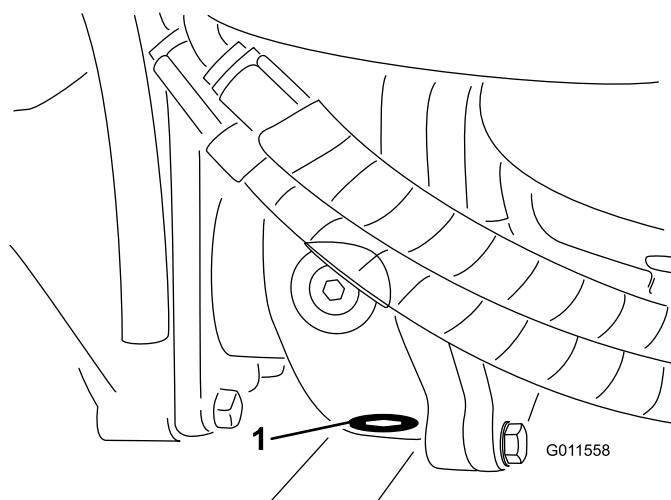

Figura 87
5. Limpe a zona em redor do tampão de escoamento no fundo da caixa de engrenagens (Figura 87).